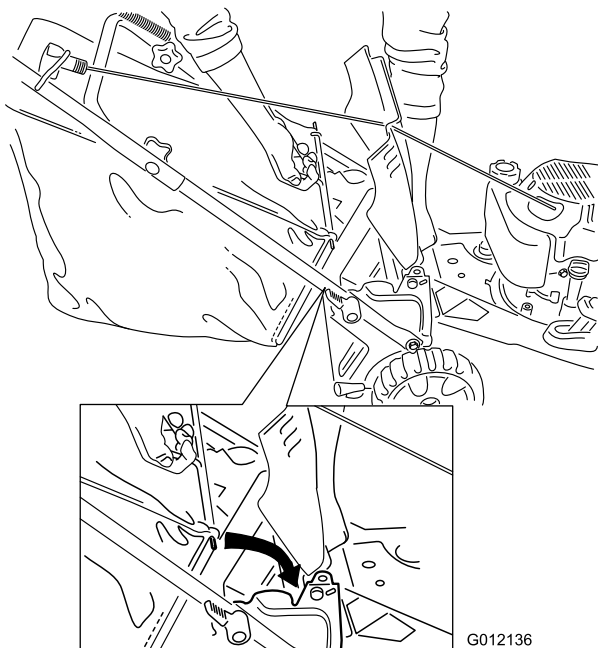

Рисунок 19
2. Поднимите и удерживайте в верхнем положении заднюю дверцу, установите травосборник в выемки и опустите заднюю дверцу (Рисунок 19).